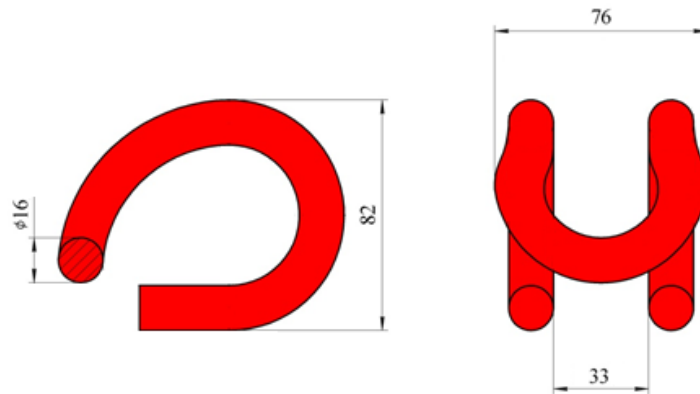

Рисунок 2. Пружинная клемма
– две пружинные клеммы (рис. 2);